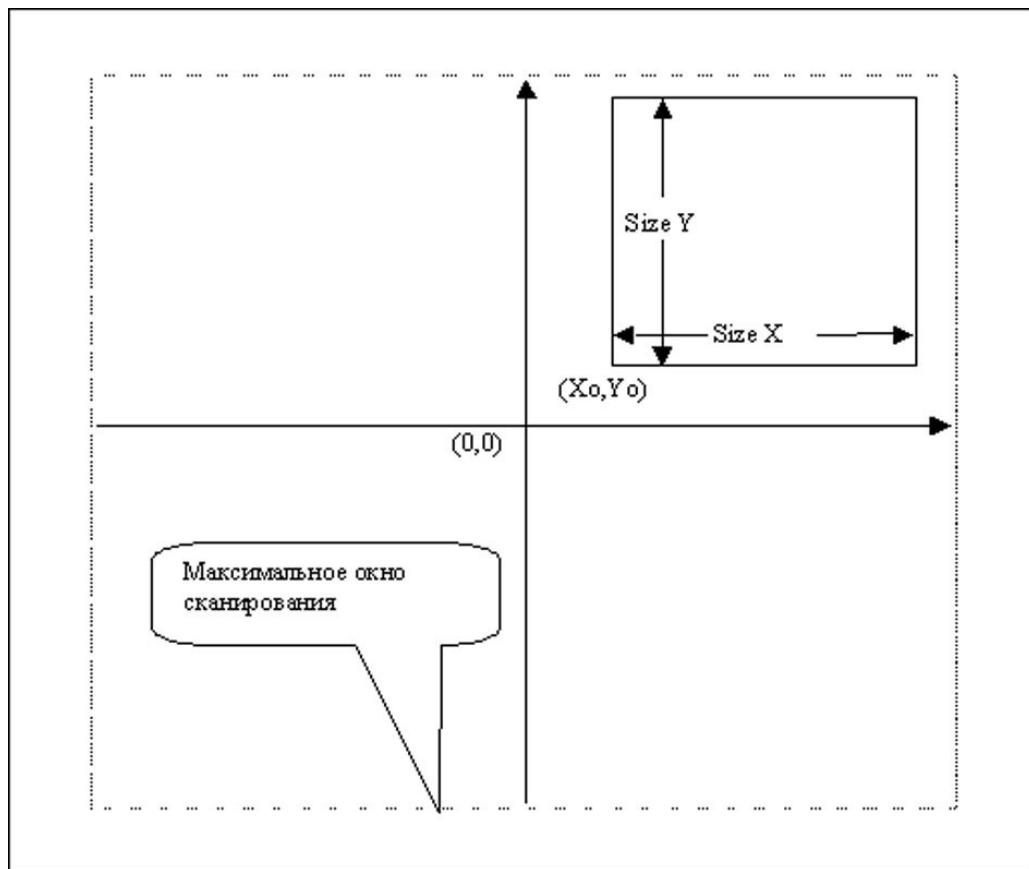

Рис. 2.11. Размеры окна сканирования.
- Хо, Yo, Ширина, Высота - координаты нижнего левого угла окна сканирования и его размеры (рис. 2.11). Размеры и позицию можно менять во время сканирования, изменения будут произведены на ходу. При изменении этих параметров размеры окна имеют больший приоритет, и в том случае, когда размеры задаются довольно большими, координаты нижнего левого угла автоматически уменьшаются. Ширина всегда соответствует горизонтальному размеру окна, а Высота вертикальному, независимо от выбора быстрой оси сканирования. При изменении ширины меняется одновременно и высота, чтобы величина шага по горизонтали и по вертикали оставалась постоянной. По этой же причине при изменении высоты меняется число строк в изображении.